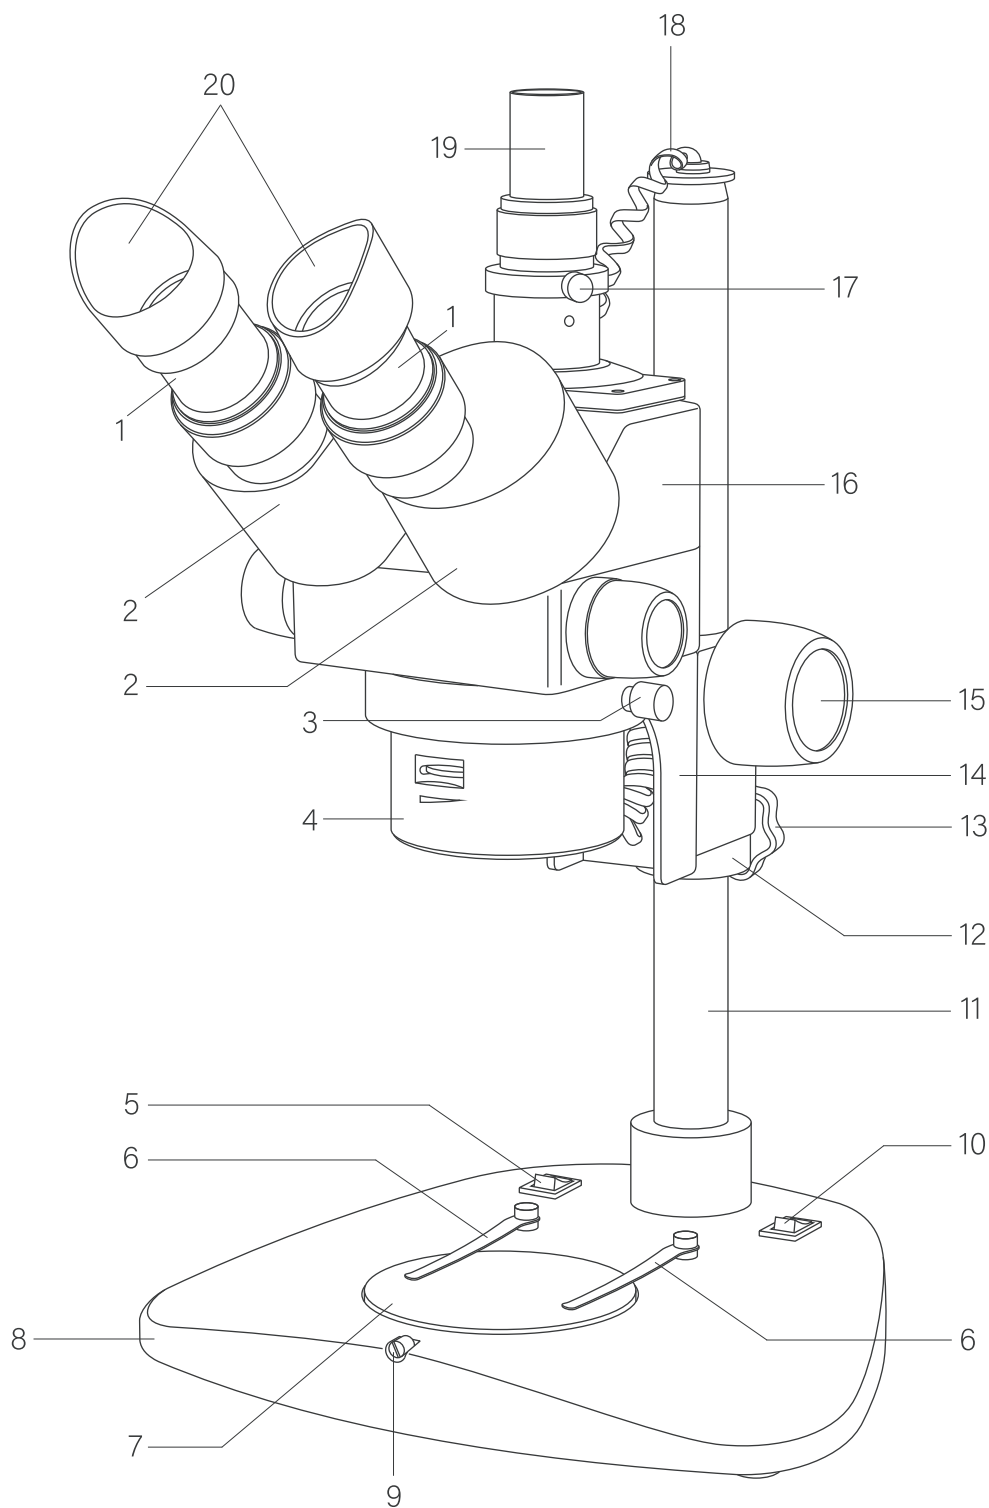
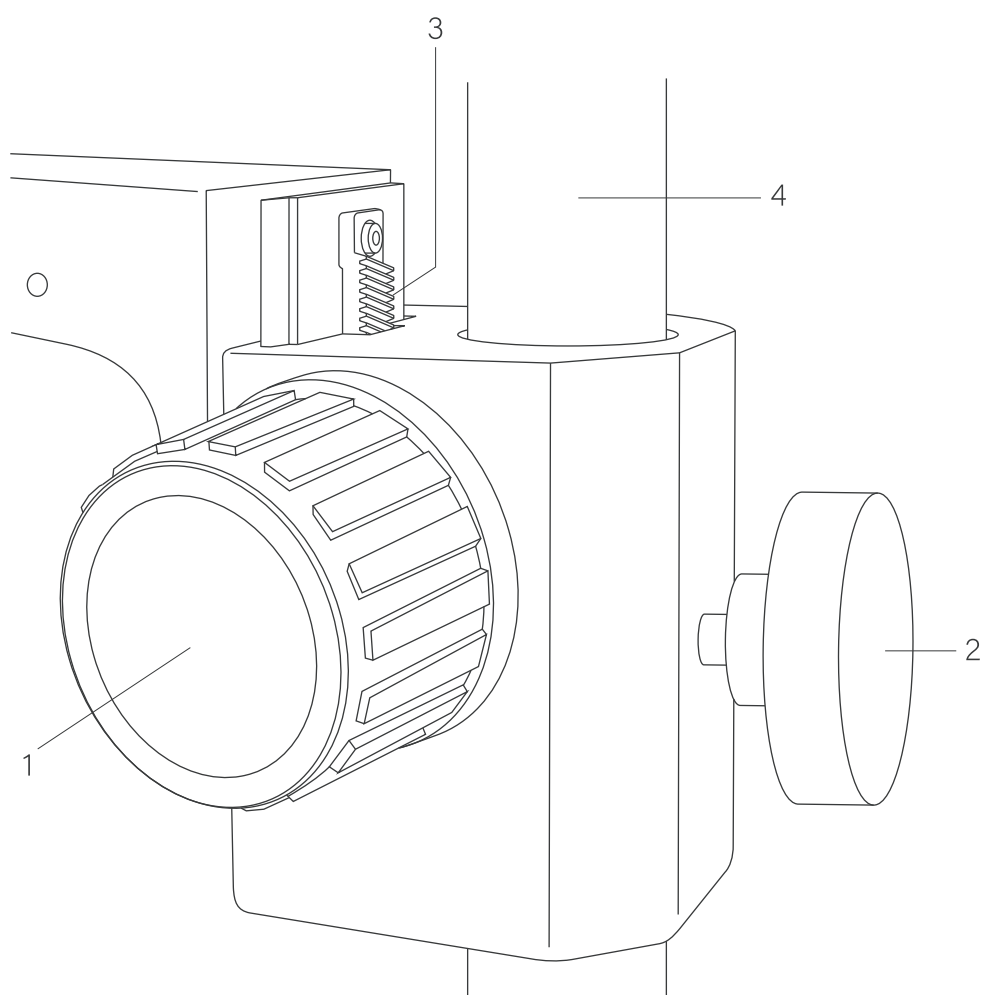

Рис. 1. Микроскоп Микромед MC-4-ZOOM LED (тринокуляр). Вид справа.
Рис. 3. Фокусирующий механизм.
Общий вид микроскопа представлен на рис. 1.
Оптическая головка микроскопа может быть отрегулирована по высоте исходя из высоты объекта исследования и рабочего расстояния объектива. Фиксация головки на необходимой высоте осуществляется маховиком 2. На штанге штатива 11 установлено ограничительное кольцо 12 с маховиком фиксации 13 (рис. 1). Величина перемещения оптической головки составляет 252 мм.
- Установите основание 8 со штативной штангой 11 и кронштейном оптической головки 14 (рис. 1) в сборе на ровную и устойчивую поверхность.
- Установите оптическую головку в кольцевой держатель кронштейна, разверните ее тубусами в сторону наблюдателя и закрепите винтом 3 (рис. 1).
- Придерживая оптическую головку поднимите ее вверх и зафиксируйте маховиком 2 (рис. 3) и ограничительным кольцом 12 с маховиком 13 (рис. 1).
- Подключите кабель питания осветителя 18 (рис. 1) к гнезду на обратной стороне блока объективов 4 (рис. 1).
- Придерживая оптическую головку микроскопа ослабьте маховик 13 ограничительного кольца 12 (рис. 1).
- Ослабьте маховик 2 (рис. 3) и поднимите оптическую головку микроскопа на высоту, соответствующую высоте объекта так, чтобы расстояние между предметом и блоком объективов примерно соответствовало рабочему расстоянию 11 - 12 см без использования оптических насадок.
- Поднимите ограничительное кольцо 12 (рис. 1) вплотную к кронштейну оптической головки и зафиксируйте маховик 13 (рис. 1).